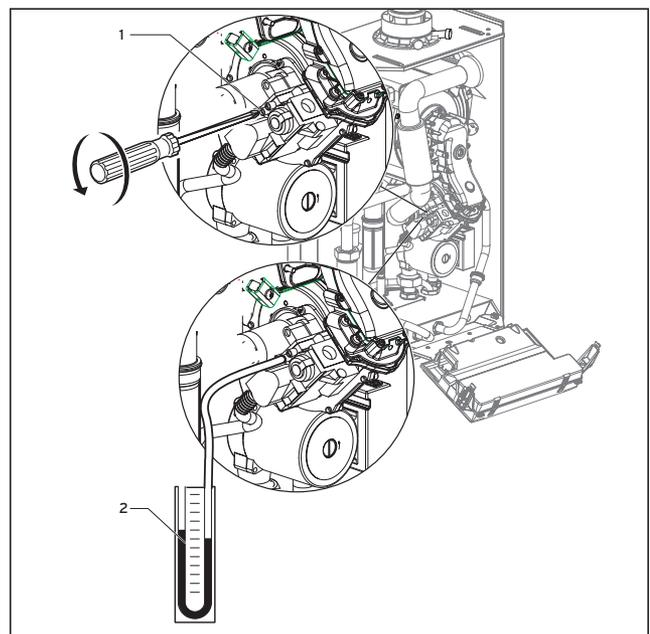

Abb. 5.3 Anschlussdruck messen
Gehen Sie zur Überprüfung des Anschlussdruckes wie folgt vor (vgl. Abb. 5.3):
- Nehmen Sie das Manometer ab und schrauben Sie die Dichtungsschraube (1, Abb. 5.3) wieder fest.